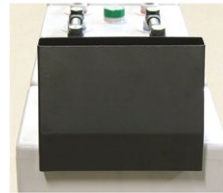

Abb. 5-17: 2 Beispiele zur Montage der Endpole (Anschlussplatten)
1. Anschlusswinkel auf die Endpole der Batterie aufschrauben (vgl. Abb. 5-17).